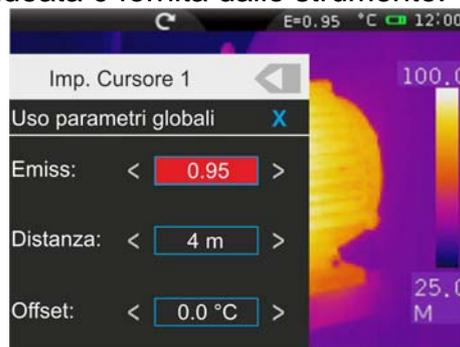

Fig. 23: Impostazioni parametri associati ai cursori
8. Con opzione precedente disattivata (vedere Fig. 23) è possibile associare ai cursori valori dei parametri "Emissività", "Distanza" e "Offset" diversi da quelli globali. A tal fine toccare il campo del parametro evidenziato in rosso e i simboli "<" e ">" per decrementare o aumentare il valore. Tenere premuti i tasti per una selezione rapida dei valori I campi di misura sono i seguenti:
7. Con opzione precedente disattivata (vedere Fig. 23) è possibile associare alla Linea i valori dei parametri "Emissività", "Distanza" e "Offset" diversi da quelli globali. A tal fine toccare il campo del parametro evidenziato in rosso e i simboli "<" e ">" per decrementare o aumentare il valore. Tenere premuti i tasti per una selezione rapida dei valori I campi di misura sono i seguenti:
6. Con opzione precedente disattivata (vedere Fig. 23) è possibile associare all'Area i valori dei parametri "Emissività", "Distanza" e "Offset" diversi da quelli globali. A tal fine toccare il campo del parametro evidenziato in rosso e i simboli "<" e ">" per decrementare o aumentare il valore. Tenere premuti i tasti per una selezione rapida dei valori I campi di misura sono i seguenti: